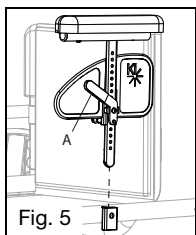

Fig. 5
1. Cómo instalar el apoyabrazos (Fig. 5)
- a. Empuje la palanca (Fig. 5:A) hacia el panel de protección lateral para liberar el pasador del receptor.